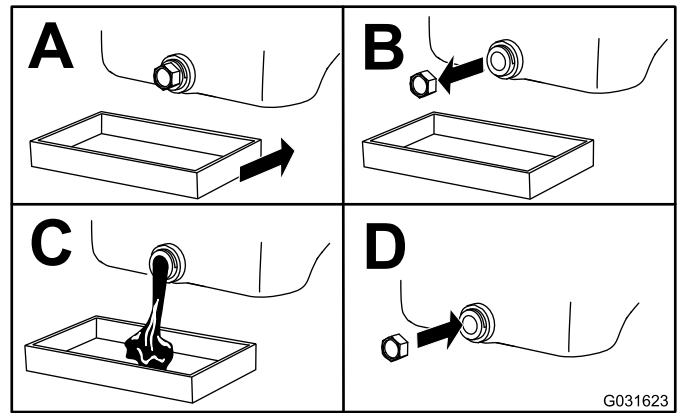

Figura 68
5. Cambiate l'olio motore come mostrato nella Figura 68.